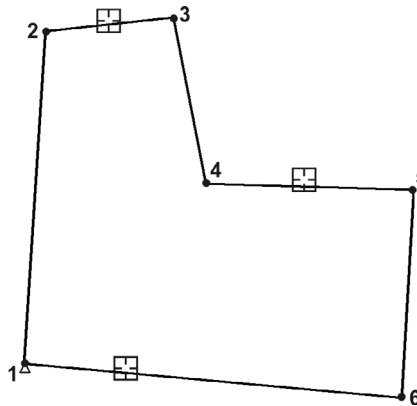

Рис. 62.3.
2. Нажмите кнопку **Непрерывный ввод объектов** и из точки 1 постройте ломаную линию 1–6 таким образом, чтобы она приблизительно соответствовала образцу. Длину отрезков задавайте «на глаз», а углы между ними специально сделайте отличными от прямых (рис. 62.3).